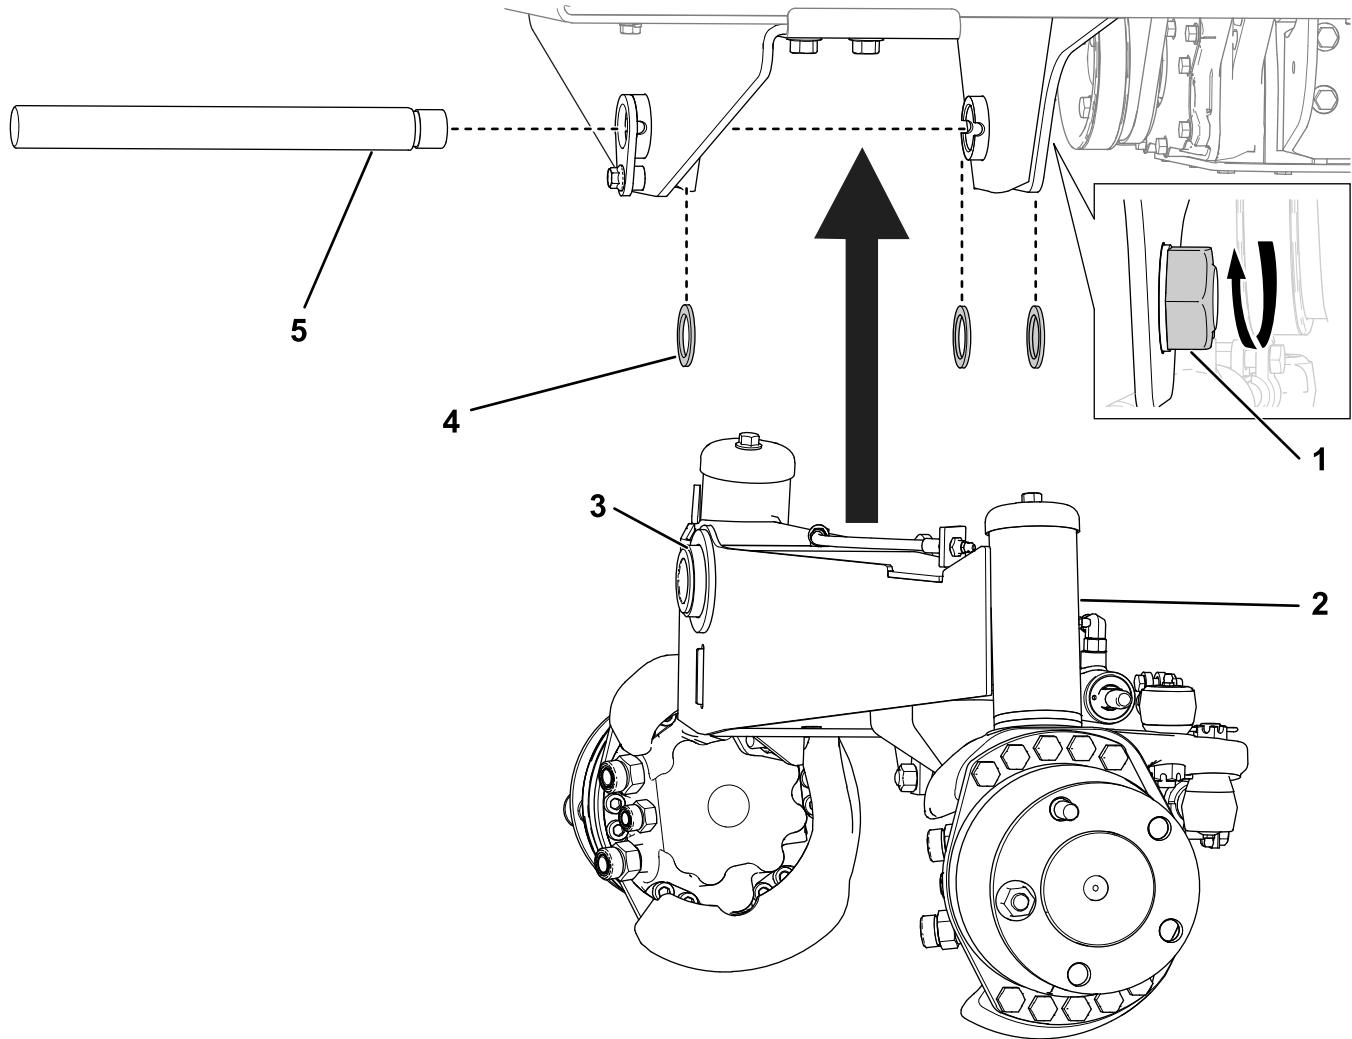

Рисунок 16
1. Расположите задний мост в сборе на раме. Поднимите мост в сборе к раме и проденьте поворотный шкворень через раму, мост и 3 упорные шайбы (Рисунок 16).
2. Закрепите контргайку на поворотном шкворне для предотвращения любого осевого перемещения (вперед-назад) заднего моста. Убедитесь в том, что мост может по-прежнему свободно поворачиваться после затяжки контргайки (Рисунок 16).